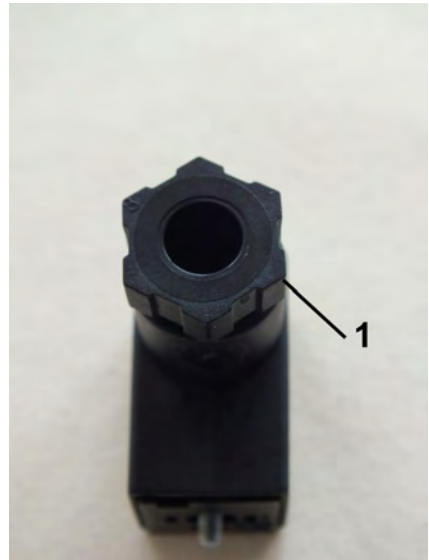

Abb. 25: Verschraubung lösen
4.  Verschraubung (Abb. 25/1) durch drehen nach links lösen
8.  Verschraubung (Abb. 25/1) durch Drehen nach rechts wieder anziehen